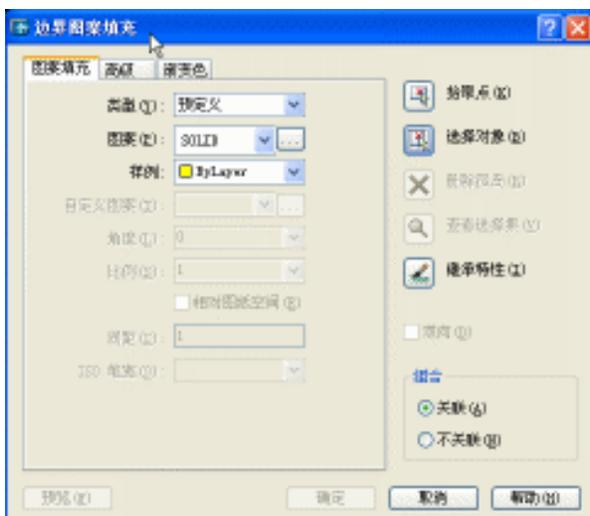
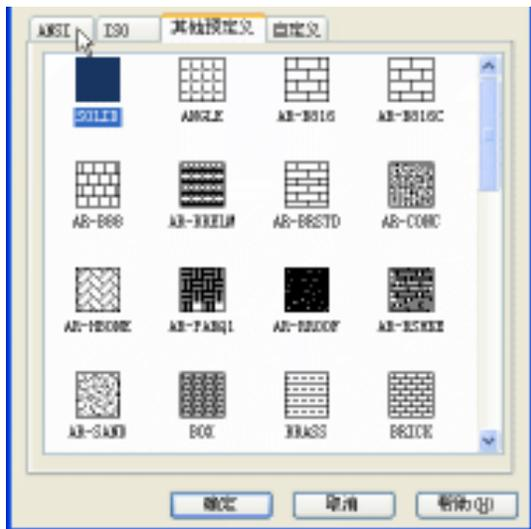

图 9-1-25
图 9-1-26
**STEP 03** 单击绘图工具栏上的填充按钮  , 弹出如图 9-1-25 所示的对话框。
**STEP 04** 单击选择对象按钮  , 返回到绘图界面, 用鼠标单击已经绘制好的  $672 \times 21$  的矩形, 按回车键返回到如图 9-1-25 所示的对话框, 再单击  按钮, 弹出如图 9-1-26 所示的对话框, 在该对话框中单击  按钮, 再单击“确定”按钮, 该矩形被填充。
(1) 单击绘图工具栏上的填充按钮，弹出如图 9-1-25 所示的对话框。
(2) 单击选择对象按钮，返回到绘图界面，用鼠标单击如图 9-1-31 所示的矩形，按回车键返回到如图 9-1-25 所示的对话框，再单击按钮，弹出如图 9-1-26 所示的对话框，在该对话框中单击按钮，再单击“确定”按钮，该矩形被填充，如图 9-1-33 所示。